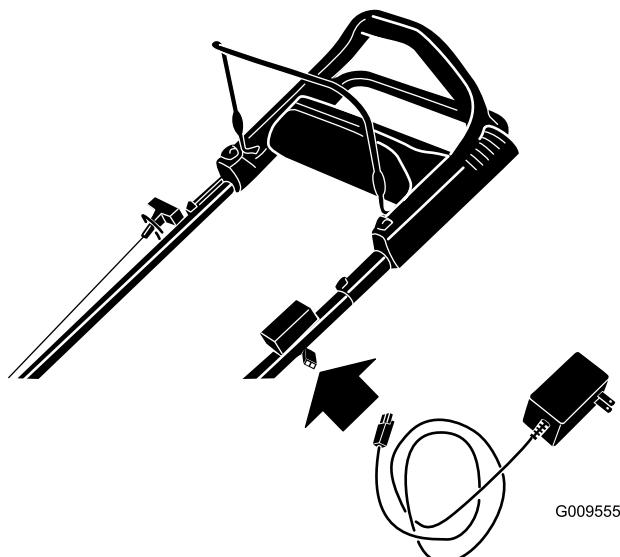

Figura 23
1. Conecte el cargador al arnés de cables de la máquina, situado debajo de la llave de contacto (Figura 23).